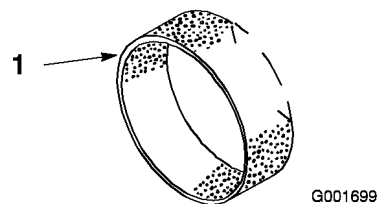

Figure 27
1. Lavez l'élément en mousse dans de l'eau chaude additionnée de savon liquide (Figure 27). Rincez soigneusement l'élément une fois propre.